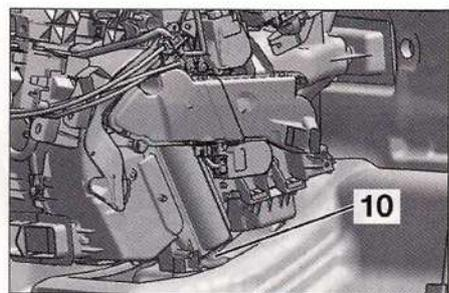

FIG. 31
- El tornillo (6).
- La pastilla de sujeción (7).
- El caucho de estanqueidad (5).
- El tornillo (4) y su arandela.
- En el habitáculo, a la der. de la caja de calefacción, separar el tubo (10) (Fig.31).